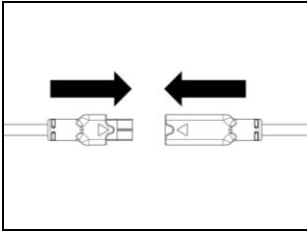

Fig. 38
- Collegare il microfono al connettore uscente dalla e-box (Fig. 38).